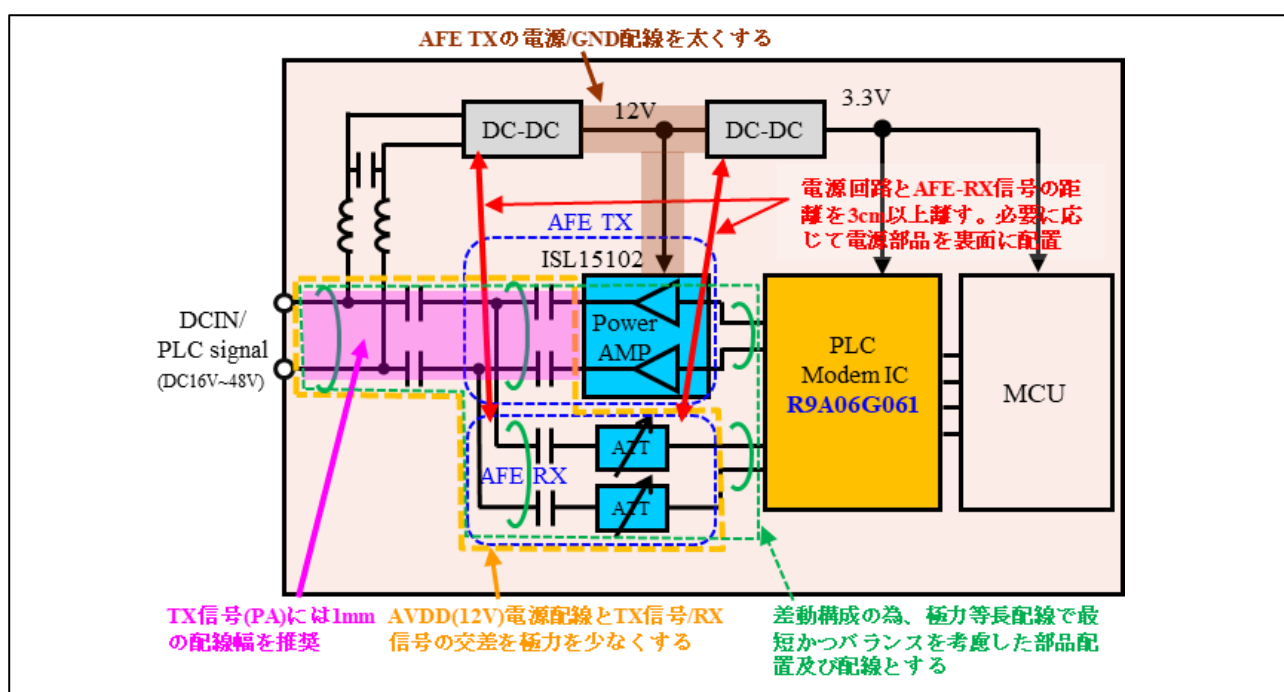

Figure 3-10 PA 駆動の AFE 回路の PCB レイアウトの注意事項
- PA 駆動の AFE 回路の PCB レイアウトの注意事項を Figure 3-10 に示します。